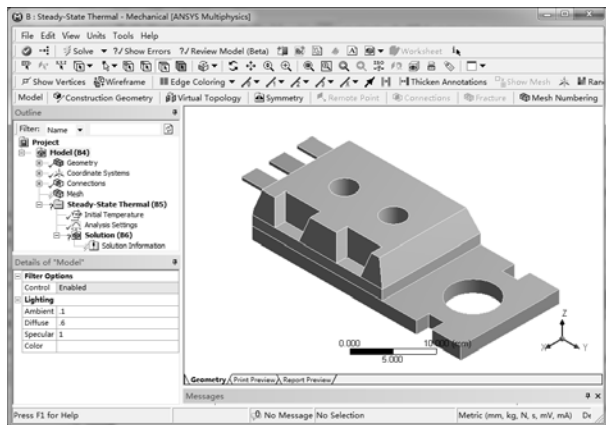

图 11-31 Mechanical 用户界面
1) 双击【Project Schematic (项目管理区)】中项目 B 的 B4 栏的【Model】项，进入 Mechanical 界面。在该界面下可进行网格划分、分析设置、结果观察等，如图 11-31 所示。